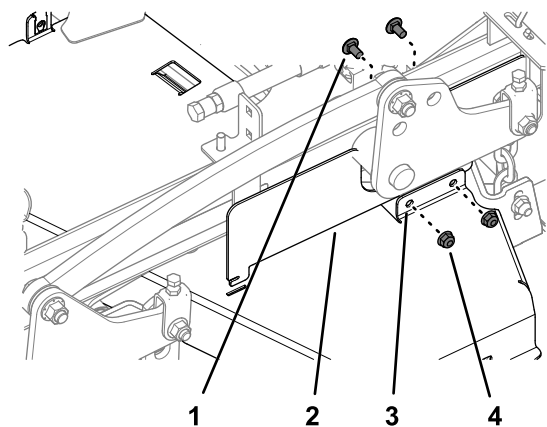

Figure 36
3. Retirez les 2 boulons de carrosserie et les 2 contre-écrous qui fixent le couvercle CE gauche au protège-courroie gauche (Figure 36).